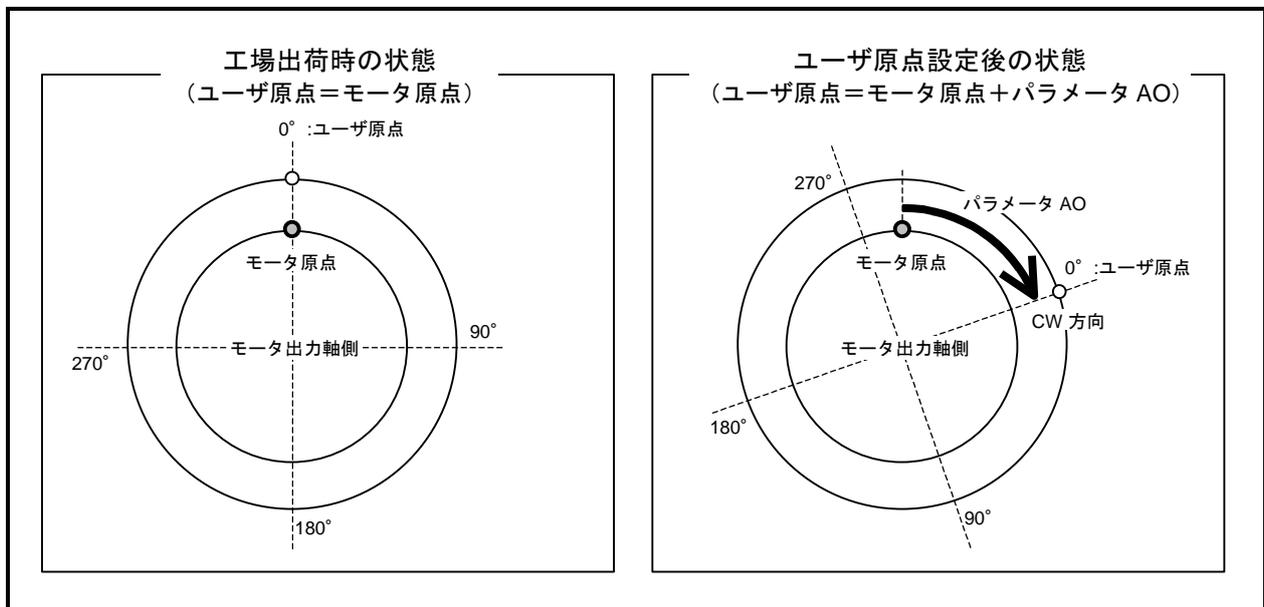

図 6-3 : ユーザ原点とパラメータ AO
- 「図 6-3 : ユーザ原点とパラメータ AO」に示すように、工場出荷時にはユーザ原点と、モータ原点は一致しています。